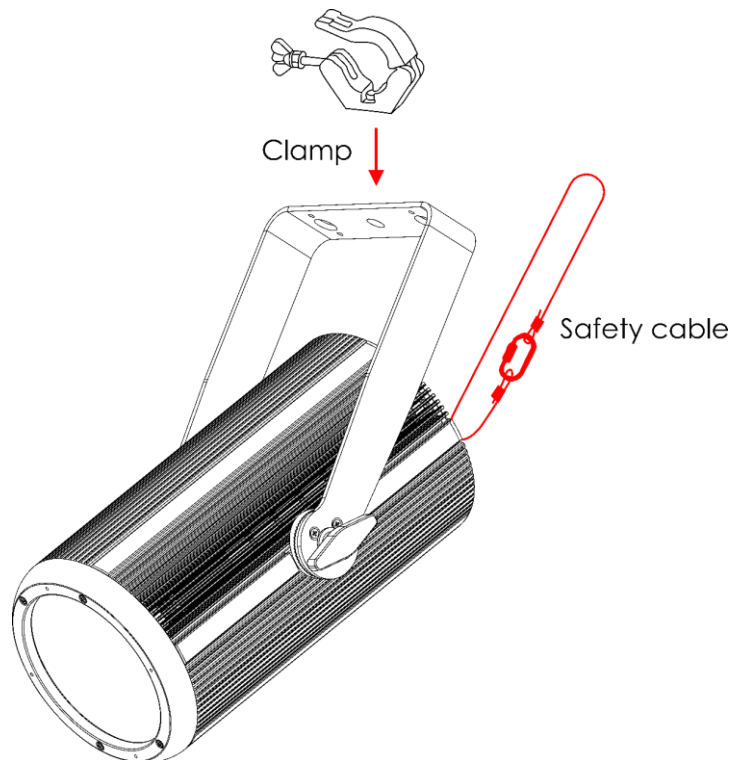

Fig. 07
- 01) Utilizzare un morsetto per fissare il dispositivo alla struttura di supporto, come mostrato nella Fig. 07. Accertarsi che il dispositivo non possa muoversi liberamente.
- 02) Fissare il dispositivo con una sospensione secondaria, ad esempio un cavo di sicurezza. Accertarsi che la sospensione secondaria sia in grado di sostenere 10 volte il peso del dispositivo. Ove possibile, la sospensione secondaria dovrebbe essere fissata a una struttura di supporto indipendente dalla sospensione primaria. Far passare il cavo di sicurezza nell'**occhiello di sicurezza (05)**, come indicato nella Fig. 07.